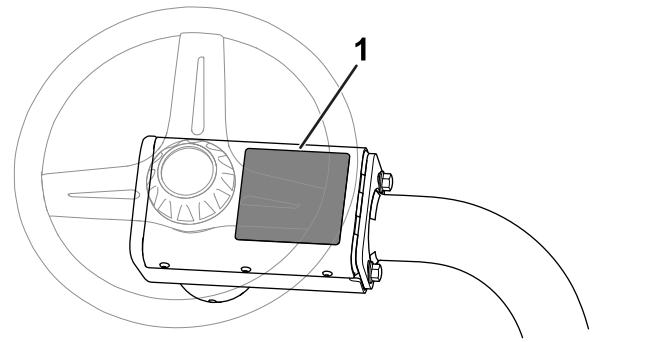

Рисунок 12
- **Предупреждающая наклейка CE:** прикрепите предупреждающую наклейку CE (№ по кат. 139-8321) поверх имеющейся предупреждающей наклейки (№ по кат. 139-8320) на колпачке рулевого колеса; см. Рисунок 12.